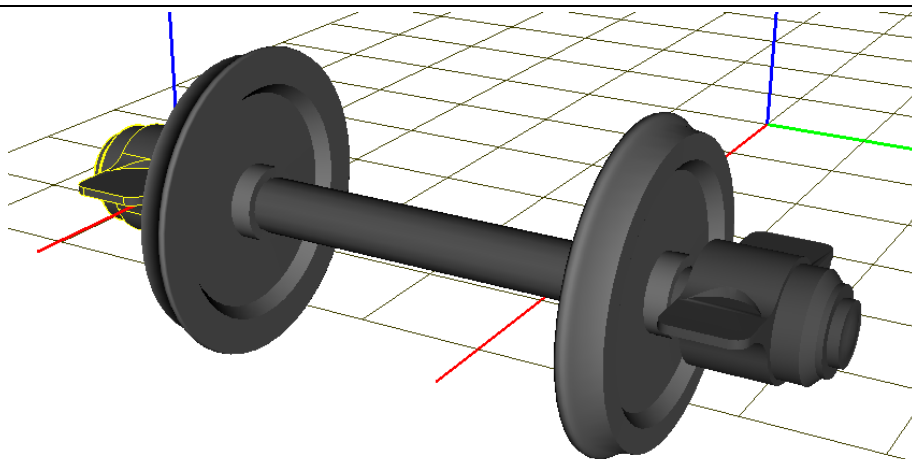

图 2.16
2. 定位到 **Joints** 里的 **jWSet1_Axle-box LF**，在右侧界面点击  按钮，复制生成一个转动铰，从下拉菜单中选择 **Axle-box RF** 作为 **Body2**，设置横向位置为 **-1.1m**，结果如图 2.16 所示。